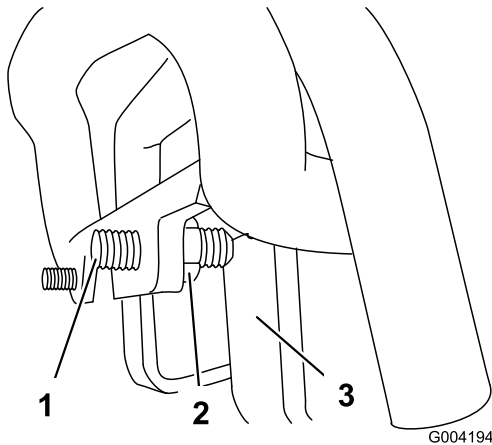

Figura 58
3. Se máquina desviar para a **esquerda**, desaperte a porca de bloqueio **direita** e ajuste o parafuso de afinação do acompanhamento na frente do controlo de tração (**Figura 58**).
4. Se máquina desviar para a **direita**, desaperte a porca de bloqueio **esquerda** e ajuste o parafuso de afinação do acompanhamento na frente do controlo de tração (**Figura 58**).